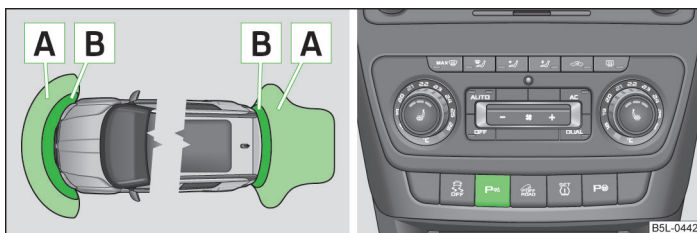

Fig. 118 Sistema ausiliario di segnalazione per manovre di parcheggio: Portata dei sensori/Attivazione del sistema ausiliario di segnalazione
- Se dopo l'attivazione del sistema per circa 3 secondi il sistema emette un segnale acustico mentre non è presente alcun ostacolo delle vicinanze, nel sistema è presente un'anomalia. Il guasto viene segnalato inoltre dal lampeggiamento del simbolo  sul tasto » fig. 118 a pagina 145. Rivolgersi quanto prima a un'officina autorizzata per la risoluzione del guasto.
La segnalazione della distanza ha inizio ad una distanza di circa 160 cm per gli ostacoli posteriori e ad una distanza di circa 120 cm per gli ostacoli che si trovano davanti al veicolo » fig. 118. Con il ridursi della distanza si accorcia anche l'intervallo tra i segnali acustici.
A partire da una distanza di circa 20 cm » fig. 118 si attiva un segnale continuo - zona di pericolo. A partire da quel momento interrompere la marcia!
Il sistema viene attivato inserendo la **retromarcia** o premendo il tasto **P+P-** » fig. 118; il simbolo **P+P-** nel tasto si accende. L'attivazione è confermata da un breve segnale acustico.